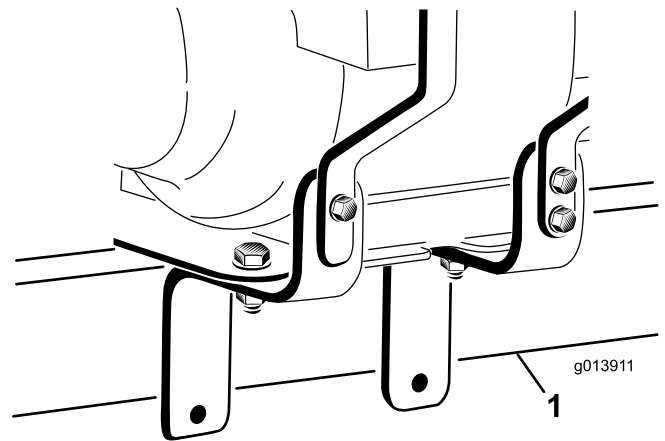
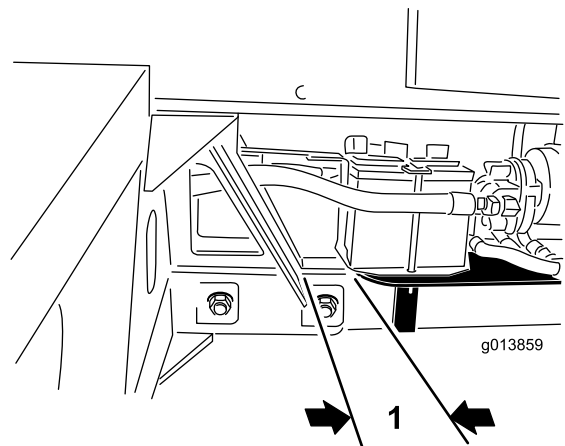

図 5
図 6
19. エンジン・アセンブリは重いので、位置決めが難しい。助手を一人使って、エンジン・アセンブリをプロパスのヒッチチューブに載せる。エンジンの取り付けブラケットがヒッチ・チューブ (図 5) をまたいでいること、また、エンジン取り付けプレートの後部とプロパスのヒッチ・チューブのレシーバとの距離が約25mmであることを確認する (図 6)。